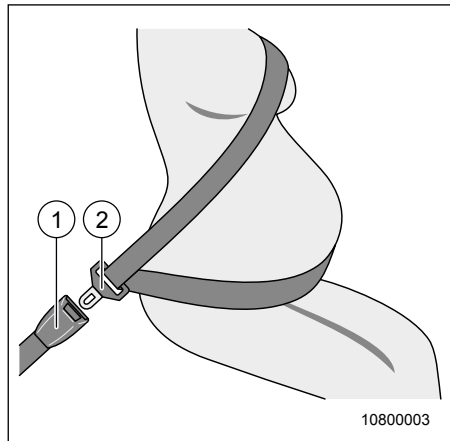

Fig. 13 Boucler la ceinture de sécurité
1. Tirer la ceinture de sécurité hors du dispositif d'enroulement en la tenant au verrou plat (Fig. 13, pos. 2) et la passer par-dessus vos épaules.
4. Introduire le verrou plat (Fig. 13, pos. 2) jusqu'à ce qu'il encliquette de manière audible dans le dispositif de positionnement (Fig. 13, pos. 1).